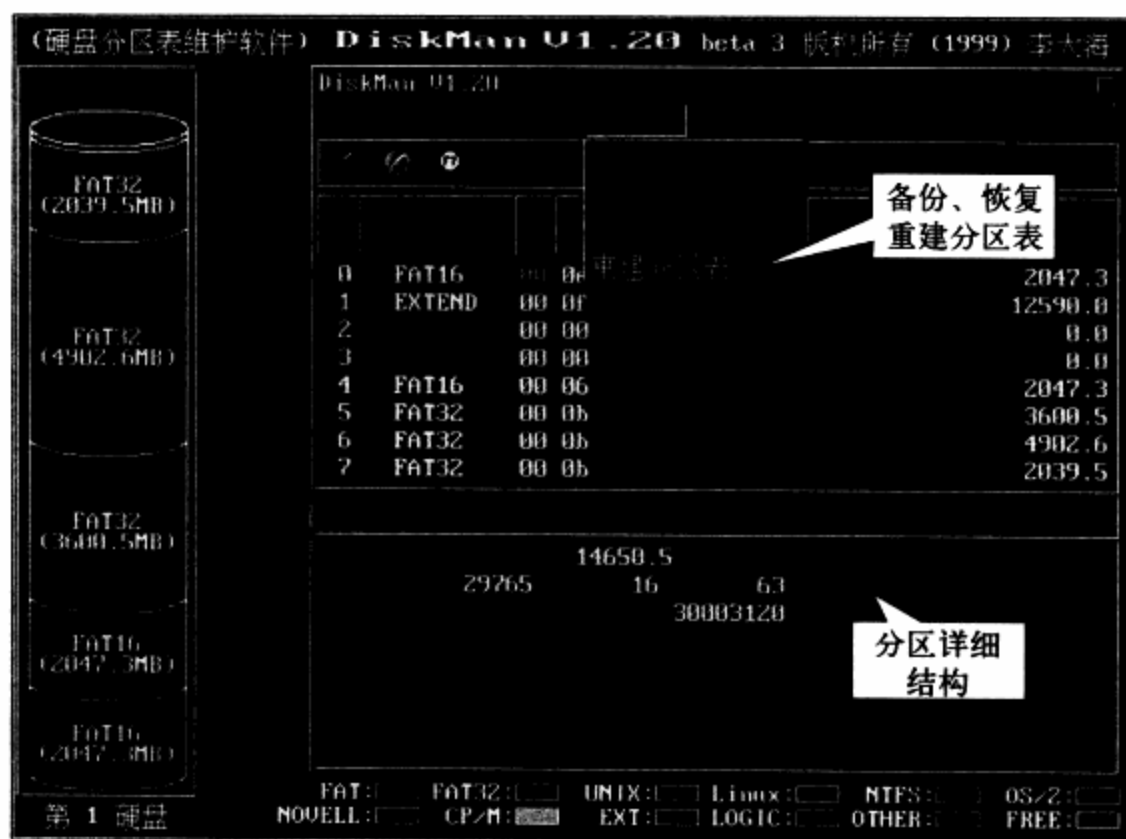

图8-10 DiskMan主菜单框图
**步骤 01** 运行DiskMan后出现的程序界面如图8-10所示，分区和分区参数的对应关系用箭头联系起来。